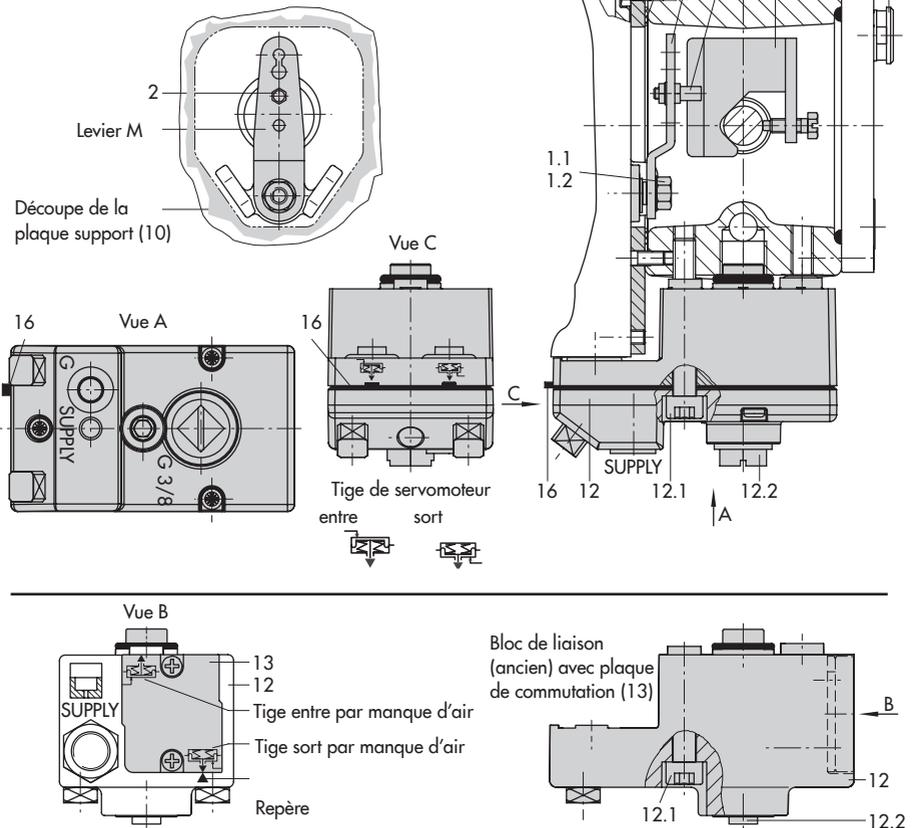

Fig. 4 : Montage direct – Raccord de pression de commande pour servomoteur type 3277 de 175 à 750 cm²
Servomoteurs de 175 à 750 cm² (cf. Fig. 4)
1. Placer la plaque de transmission (3) sur la tige de servomoteur en vérifiant que la vis de fixation est positionnée correctement dans la rainure de la tige de servomoteur.
2. Fixer la plaque support (10) sur le servomoteur de sorte que la partie étroite de la découpe (Fig. 4, à gauche) soit orientée vers les raccordements pneumatiques du positionneur et que le joint plat (14) collé se trouve du côté de l'arcade.
3. Avec des servomoteurs de 355, 700 et 750 cm², retirer le palpeur (2) du levier **M** (1) installé en position **35** à l'arrière du positionneur et le replacer dans le perçage en position **50**, puis visser. Avec des servomoteurs de 175, 240 et 350 cm² ayant une course de 15 mm, le palpeur (2) reste en position **35**.
4. Placer le joint torique (15) dans la rainure du corps du positionneur.
6. Pour le nouveau bloc de liaison, la languette du joint (16) du bloc de liaison doit être positionnée en fonction de l'exécution du servomoteur : soit « Tige sort par manque d'air », soit « Tige entre par manque d'air ». Si ce n'est pas le cas, desserrer les trois vis de fixation, retirer le couvercle, puis tourner le joint (16) à 180° avant de le remettre en place.
Avec l'ancien bloc de liaison (Fig. 4, en bas), la plaque de commutation (13) doit être positionnée en face du repère correspondant à l'exécution du servomoteur.
7. Placer le bloc de liaison (12) avec ses joints d'étanchéité sur le positionneur et l'arcade, puis le fixer avec la vis (12.1). Pour les servomoteurs « Tige entre par manque d'air », retirer le bouchon (12.2) pour monter la conduite d'impulsion externe.
8. Placer le couvercle (11) de l'autre côté. Veiller alors impérativement à ce que le bouchon de purge soit orienté vers le bas lorsque la vanne de régulation est montée afin de permettre l'évacuation des condensats éventuels.